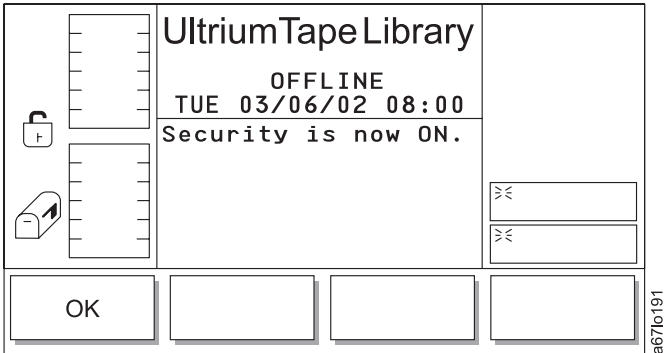

Abbildung 153. Dialog zum Aktivieren der Sicherheit
- Wird **Yes/No** ausgewählt, erscheint der Dialog zum Aktivieren der Sicherheit (siehe Abb. 153 auf Seite 169).
Sicherheit aktivieren: Wird im Sicherheitsdialog **Yes/No** ausgewählt und ist das Feld **Enable Security** markiert, erscheint der Dialog zum Aktivieren der Sicherheit (siehe Abb. 153).
Tabelle 102. Übersetzung von Abb. 153, Dialog zum Aktivieren der Sicherheit